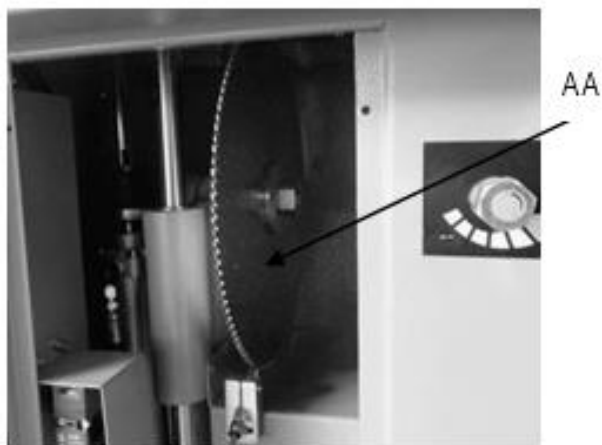
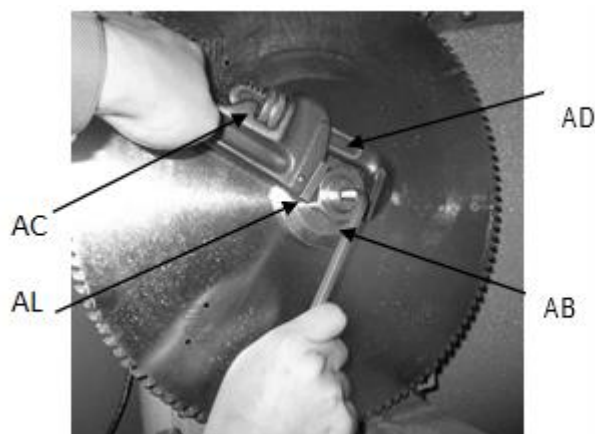

Рис. 10
Рис. 11
3. Убедитесь, что пильный диск AA (Рис. 10) больше не вращается.
Для установки отрезного диска AA (Рис. 10) потребуются ключи AB и AC (Рис. 11). Вставьте ключ AB (Рис. 11) в торцевое отверстие мотор-шпинделя.
Установите ключ AC (Рис. 11) на гайку AD (Рис. 11).
Держите ключ AB (рис. 11) неподвижно и ослабляйте гайку AD (Рис. 11), поворачивая ее по часовой стрелке при помощи ключа AC (Рис. 11).
Снимите гайку AD (Рис. 11) и фланец AE (Рис. 11), замените пильный диск AA (Рис. 10), убедившись, что поверхности контакта всех деталей чистые, чтобы избежать вредных вибраций. Установите фланец AE (Рис. 11) и гайку AD (Рис. 11), зафиксируйте их при помощи ключей AB и AC (Рис. 11).